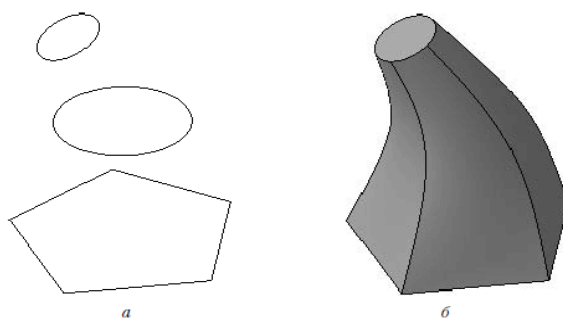

Рисунок 5 — Операція по перетинах: набір ескізів у просторі (а), сформований тривимірний елемент (б)
**Операция по сечениям.** Тривимірний елемент складається з декількох перетинів-ескізів (рисунок 5). Ескізів може бути скільки завгодно, і вони можуть бути розміщені в довільно